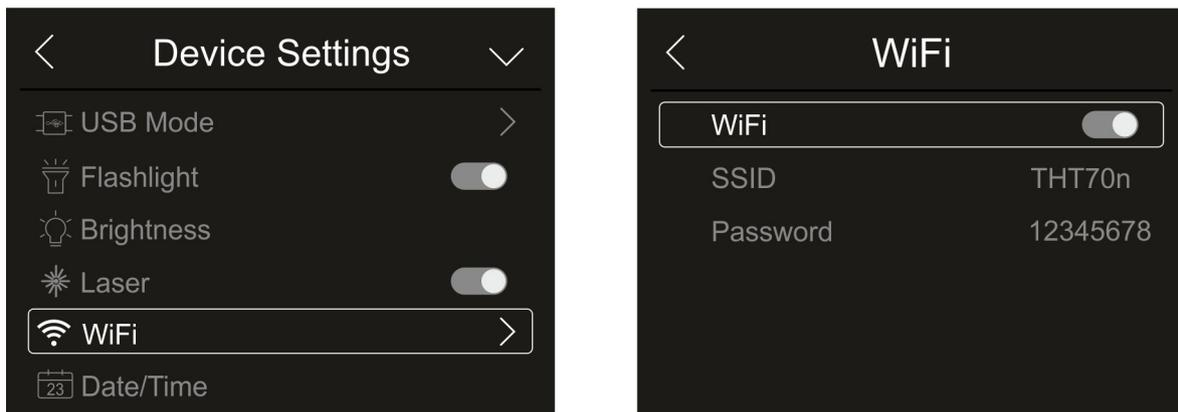

Fig. 16: Ativar ligação WiFi
1. Clique em “WiFi” para entrar na seção de ativação/desativação e personalização da ligação WiFi do equipamento. O ecrã da Fig. 16 – lado direito é exibido no dispositivo